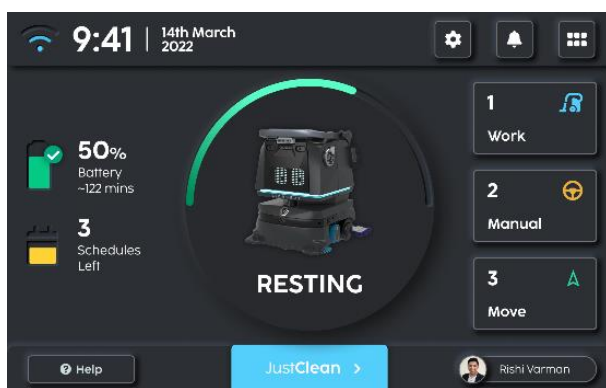

Fig. 1
1. Selecteer in het 'HOME'-scherm 'Just Clean (Gewoon reinigen)' (fig1).